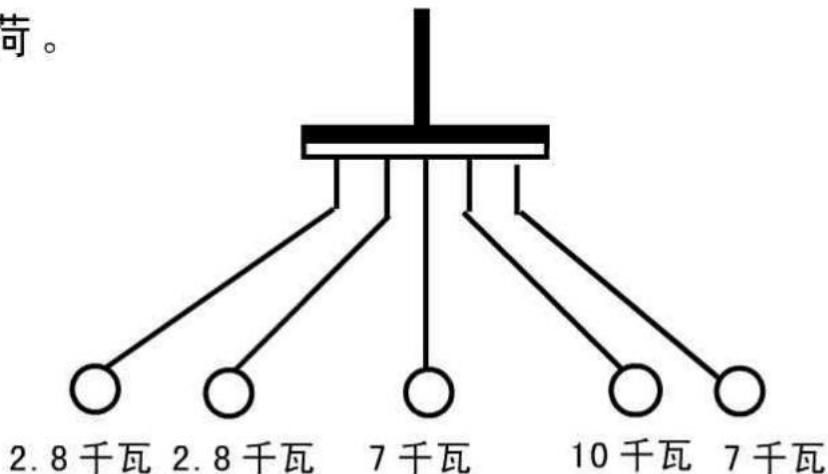

图 4-1 支干线估算电流的例子
② 口诀也可估算一条干线的负荷电流。这就是仍按①中的规定计算。不过当干线上用电设备台数很少时,有时按①中的方法算出的数值很小,有时甚至小到连满足其中一台设备的电流也不够。这时,估算电流以满足其中最大两台的电流为好。如机械加工车间中某个配电箱,供电给 5 台机床共 30 千瓦,如图 4-1。按①估算电流负荷为 $(30 \div 100) \times 50=15$,这比图中最大那台 10 千瓦的电流还小,因此,对于这种台数较